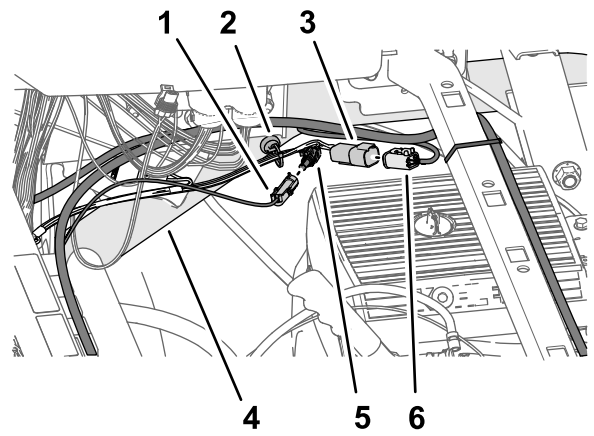

图 201
3. 将标有***重要提示***此电线只能连接至 12V 开关电源的电池线束 1 针接头接入标有发电机到 TOPCON 开关电源的 66cm 套件线束支管的 1 插槽接头图 201。
4. 将标有 ASC 10 电源和用于 X30 的 CAN 的 66cm 套件线束支管的 4 针接头接入标有 CAN 2/ASC10 总线的数据线束支管的 4 插槽接头图 201。